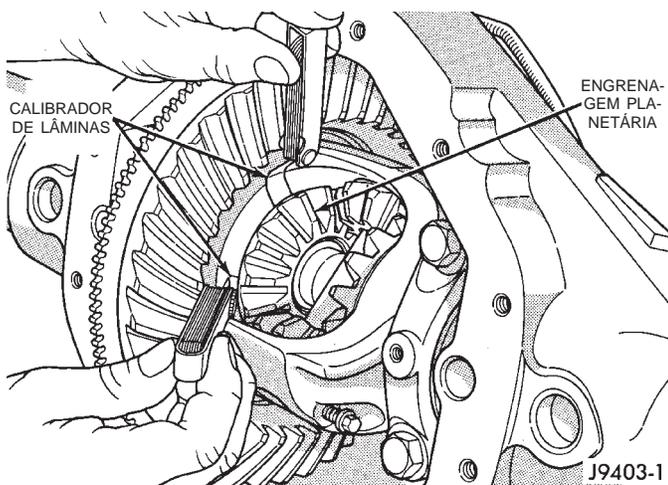

Fig. 82 Medida da Folga da Engrenagem Planetária
- (1) Instale as travas dos semi-eixos e da presilha C e o eixo de encaixe do pinhão.
- (2) Meça a folga da engrenagem planetária. Insira um par correspondido de calibrador de lâminas entre a engrenagem e a carcaça do diferencial, nos lados opostos do cubo (Fig. 82).